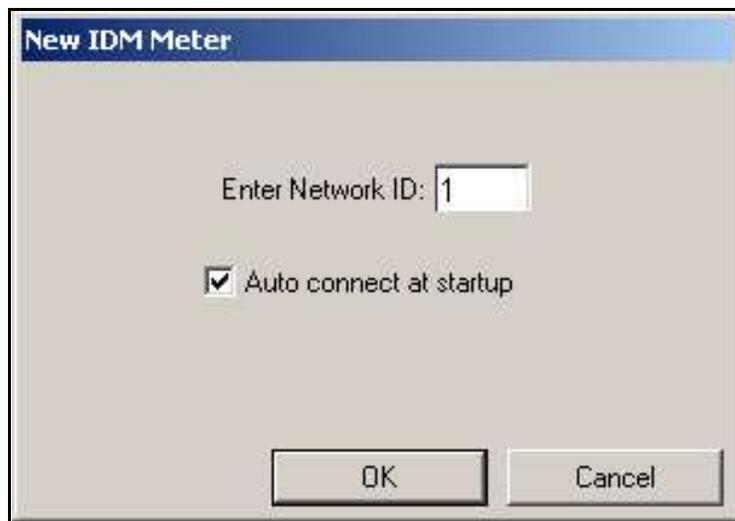

Figure 36: écran *New IDM Meter* (Nouveau débitmètre IDM)
4. L'écran *New IDM Meter* (Nouveau débitmètre IDM) (voir *Figure 36* ci-dessous) apparaît. Entrez l'identifiant réseau de l'instrument et cliquez sur [OK].